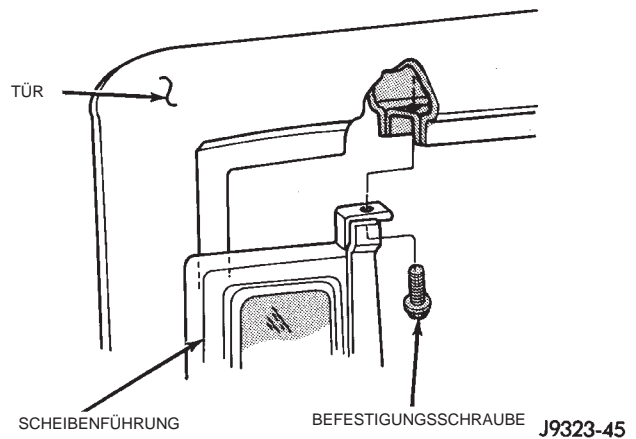

Abb. 38 Scheibenführung
- (1) Scheibe absenken.
- (2) Türverkleidung abbauen und Wasserschutzfolie abziehen. Nach Bedarf näheres hierzu siehe "Ausbau".
- (3) Fensterschacht-Abdeckung vom Flansch abhebeln und von der Tür abziehen.
- (4) Gummidichtungen des Fensters von der Tür abziehen.
- (5) Haltemuttern der Scheibenführung lösen und Scheibenführung vom Fenster herunterschieben.
- (6) Obere Befestigungsschraube der Fensterleitung und die der Fensterschacht-Abdeckung lösen (Abb. 38).
- (7) Führung der Festverglasung nach vorn kippen und von der Tür abbauen.
- (8) Scheibe aus der Tür ausbauen.